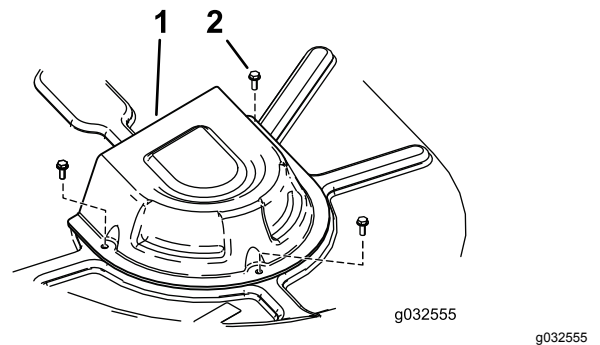

Figura 58
4. Retire as coberturas da polia (Figura 58).